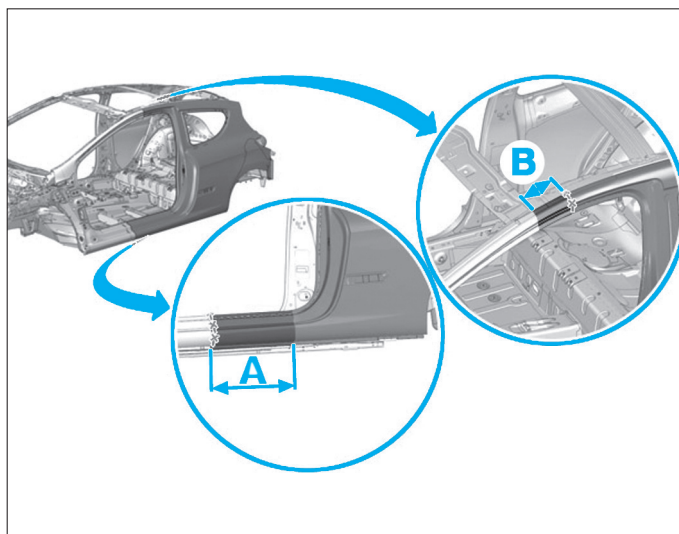

FIG. 149
- Tracer dans les zones de coupes (A) et (B) les lignes de coupe puis découper (Fig.149).